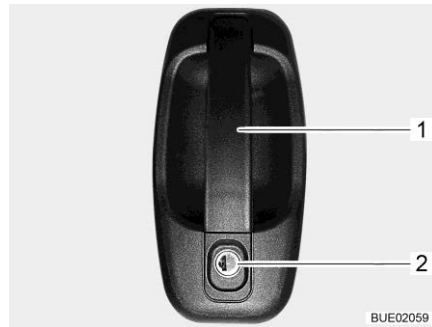

Fig. 66 Serrure de la porte (porte chauffeur, à l'extérieur)
- Insérer la clé dans le barillet (Fig. 66,2) et la tourner jusqu'à ce que la serrure de la porte soit déverrouillée.
- Tirer sur la poignée de la porte (Fig. 66,1). La porte est ouverte.
- Insérer la clé dans le barillet (Fig. 66,2) et la tourner jusqu'à ce que la serrure de la porte soit verrouillée.